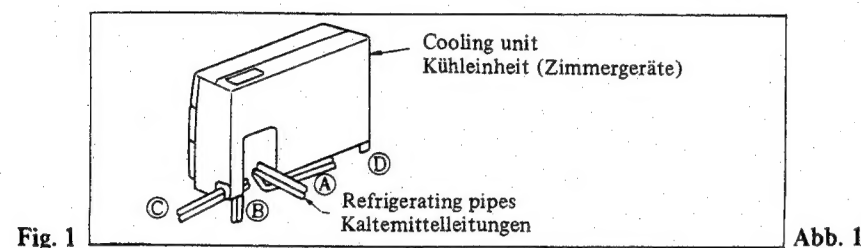

Fig. 1
The connecting for the refrigerating pipes is able to the four different directions, on backside ①, bottom side ②, right side ③, or left side ④ as shown in Fig. 1.
Der Anschluß der Kältemittelleitungen kann in vier verschiedenen Richtungen vorgenommen werden, und zwar von der Rückseite ①, der Unterseite ②, der rechten Seite ③ und der linken Seite ④, wie es in Abb. 1 gezeigt ist.